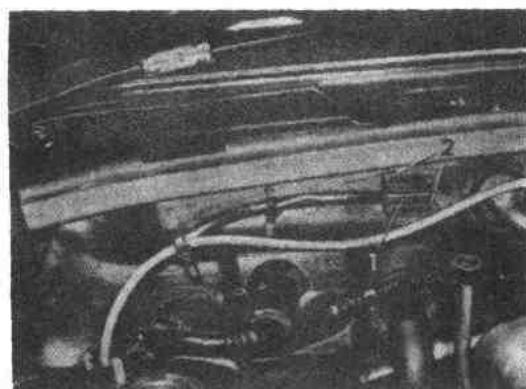

图 4-1-5
- (1) 按图 4-1-5 所示，拆开防火墙上的串联电阻插头 (1)。
- (2) 拆下固定螺栓，然后拆下串联电阻。
- (3) 拆下空气入口格栅，再把手套箱拆卸